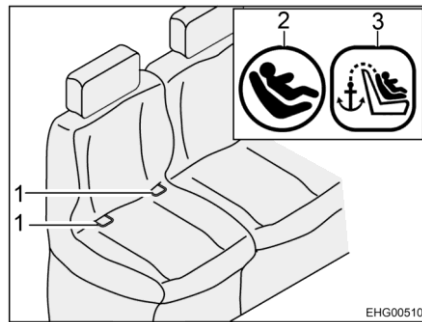
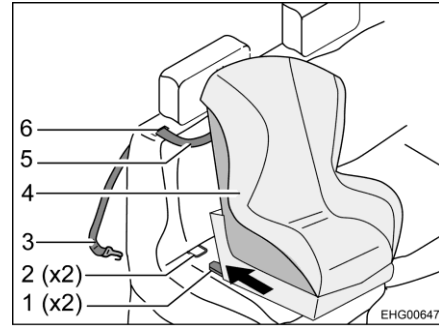

Bild 10 Sitz mit Isofix
Bild 11 Befestigung mit Top-Tether
- Top-Tether-Gurt (Bild 11,5) durch Schlitz (Bild 11,6) im Polster der Rückenlehne führen (neben der Kopfstütze).
- Befestigungshaken (Bild 11,3) am Ankerpunkt auf der Rückseite des Fahrzeugsitzes einhaken.
- Rastarme (Bild 11,1) in Haltebügel (Bild 10,1 und Bild 11,2) einrasten lassen. Dabei muss ein deutliches Klickgeräusch zu hören sein.
- Mit einem kräftigen Ruck kontrollieren, ob der Kindersitz (Bild 11,4) fest sitzt.